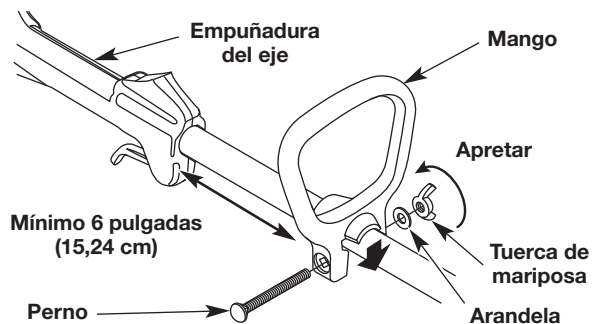

Fig. 2
1. Empuje el mango hacia abajo hasta el cuerpo del eje (Fig. 2). El orificio del perno cuadrado de la manija deberá quedar a la derecha.
2. Inserte el perno en el orificio y empújelo a través (Fig. 2). Coloque la arandela en el perno. Enrosque la tuerca de mariposa en el perno, pero no la apriete por completo.
3. Sin dejar de sujetar la unidad en posición de operación (Fig. 9), mueva el mango hasta el lugar que le dé el mejor agarre. Colóquelo a una distancia mínima de 6 pulgadas (15.24 cm) de la base de la empuñadura del eje (Fig. 2).
1. Afloje la tuerca de mariposa (Fig. 2).
2. Sin dejar de sujetar la unidad en posición de operación (Fig. 9), mueva el mango hasta el lugar que le dé el mejor agarre. Colóquelo a una distancia mínima de 6 pulgadas (15.24 cm) de la base de la empuñadura del eje (Fig. 2).